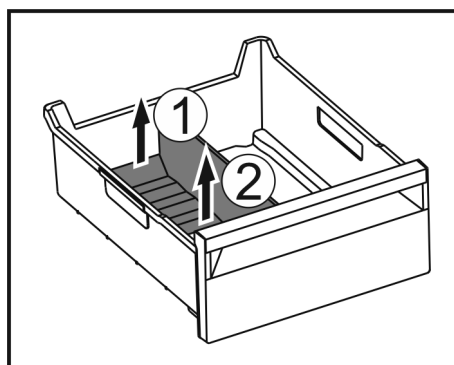

Fig. 218
- Zvedněte zadní část přepážky přihrádky na led. Fig. 218 (1)
- Přepážku přihrádky na led vyjměte nahoru. Fig. 218 (2)